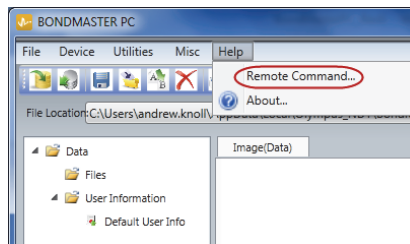

Figura 7-11 Selecionar comando remoto
- ◆ No menu **HELP**, selecione **Remote Control** (veja Figura 7-11 na página 190). A lista de comandos é aberta em uma janela separada para a visualização dos arquivos PDF através do software padrão para PC.